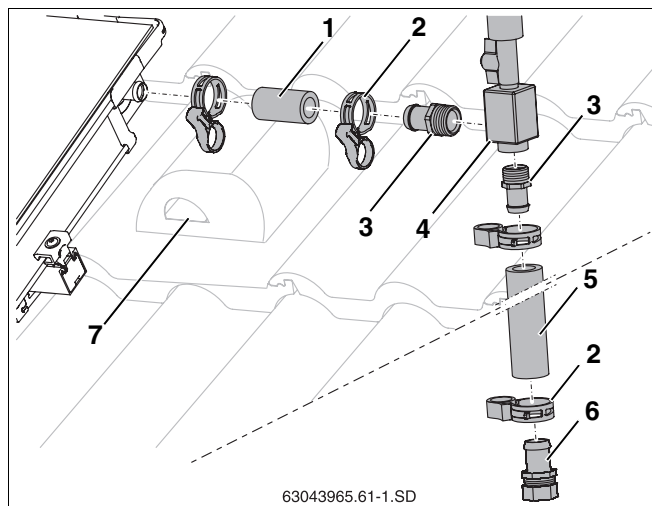

Fig. 57 Collegamento del disaeratore sopra tetto
- Spingere il tubo di gomma corto per solare (55 mm, fig. 57, **pos. 1**) sull'attacco di mandata del campo di collettori e fissare in posizione con la fascetta elastica.
- Avvitare le boccole R $\frac{3}{4}$ per tubo flessibile con i relativi o-ring (fig. 57, **pos. 3**) al vaso di sfogo (fig. 57, **pos. 4**).
- Infilare fino all'arresto le boccole per tubo flessibile (fig. 57, **pos. 3**) nei tubi di gomma per solare (fig. 57, **pos. 1** e **5**) e fissare in posizione con le fascette elastiche (fig. 57, **pos. 2**).
- Infilare la boccola per tubo flessibile con il giunto a bocchettone con anello di bloccaggio (fig. 57, **pos. 6**) dentro il tubo di gomma per solare fino all'arresto e fissare in posizione con la fascetta elastica.
- Far passare il tubo di gomma per solare insieme al cavo della sonda attraverso la tegola di ventilazione (fig. 57, **pos. 7**) e attraverso l'isolamento del tetto.
- Collegare la tubazione di adduzione alla boccola per tubo flessibile con il giunto a bocchettone con anello di bloccaggio (18 mm) (fig. 57, **pos. 6**).